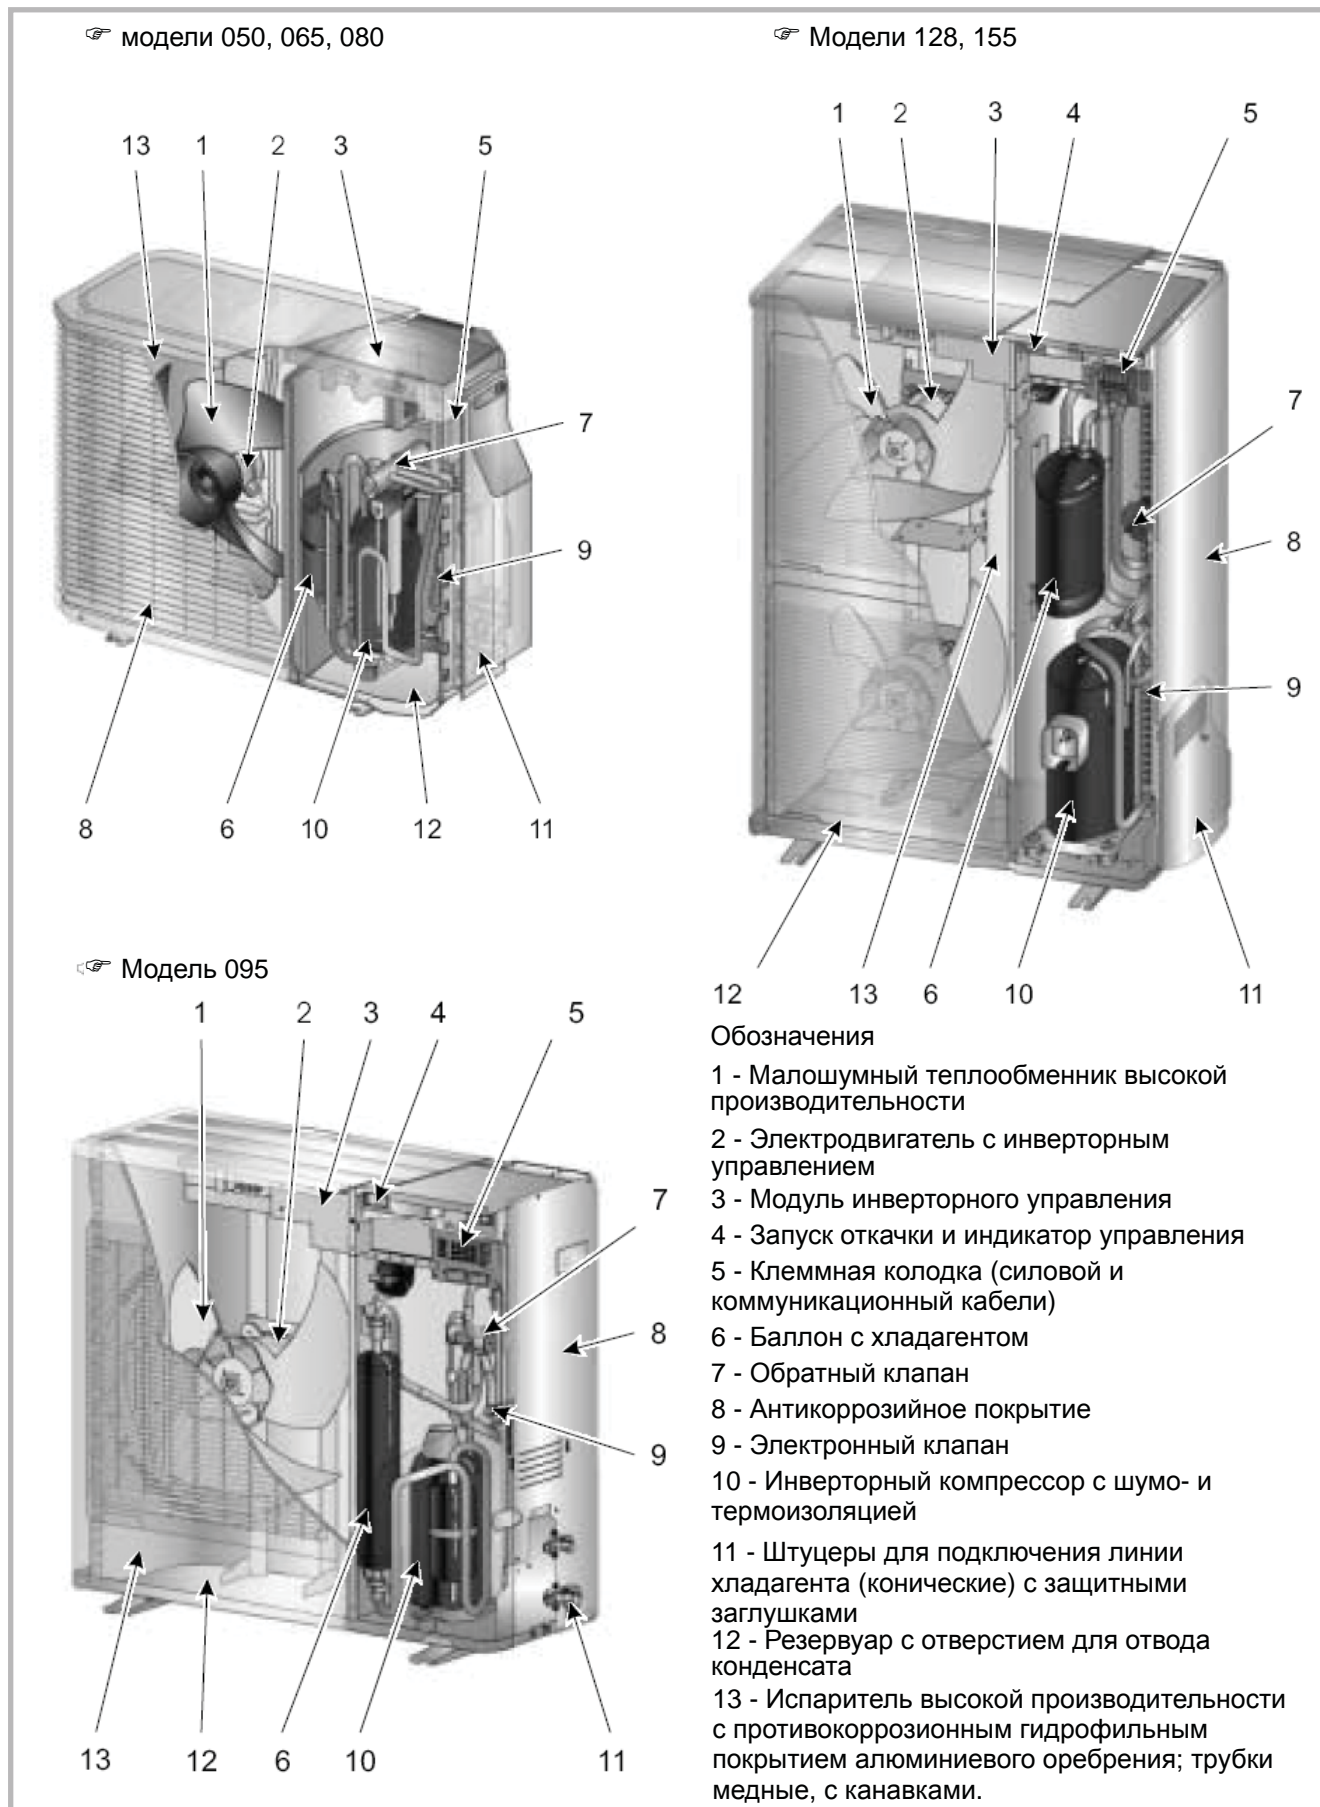

Рис. 7 – компоненты наружного блока
Тепловой насос передает тепловую энергию из окружающего воздуха в отапливаемое помещение. В состав теплового насоса входит 4 основных узла, по которым циркулирует хладагент (R410A). -Испаритель (№13, рис. 7): энергия из наружного воздуха передается хладагенту. - Из-за низкой точки кипения хладагент
испаряется даже в холодную погоду (до -15°C наружного воздуха). -Компрессор (№10, рис. 7): Хладагент в газообразной форме доводится до высокого давления.
- Расширительный клапан (№9, рис. 7): Давление сжиженного хладагента понижается; возвращается исходная температура и давление.